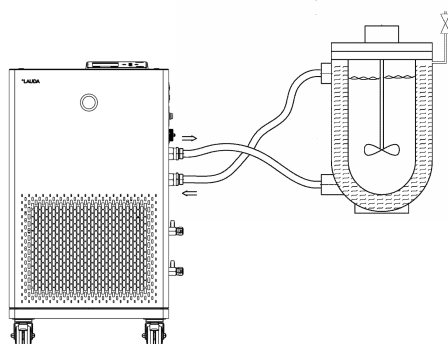

Fig. 29: Application avec vanne de purge
- Une vanne de purge Fig. 29 peut simplifier le processus de purge. Pour cela ouvrir régulièrement la vanne avec prudence et laisser s'échapper le gaz/l'air jusqu'à ce que le liquide sorte de la vanne, refermer la vanne de purge. Collecter le liquide dans un récipient adapté. Actionner à nouveau la vanne à intervalles réguliers jusqu'à ce qu'il n'y ait plus d'air.